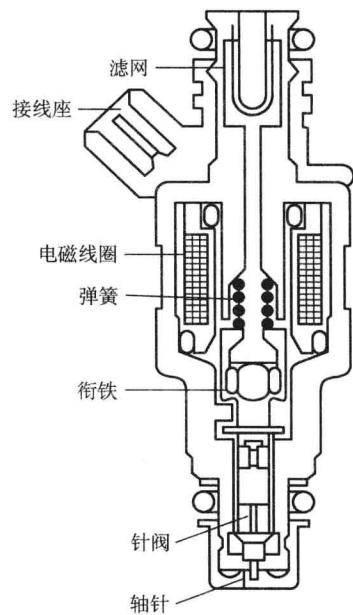

图 1-4 喷油器结构
(2) 是否有喷油器工作声 起动或工作中均可以用听力棒靠近喷油器（图1-4）听其是否工作。如能听到工作声，说明喷油，则不能起动的故障在点火系统。
(3) 是否有火花塞工作声 在检测点火系统是否正常时，起动或工作中均可以用听力棒靠近火花塞，听其是否工作，如能听到工作声说明有火，点火系统基本正常，则不能起动的故障在燃油系统。